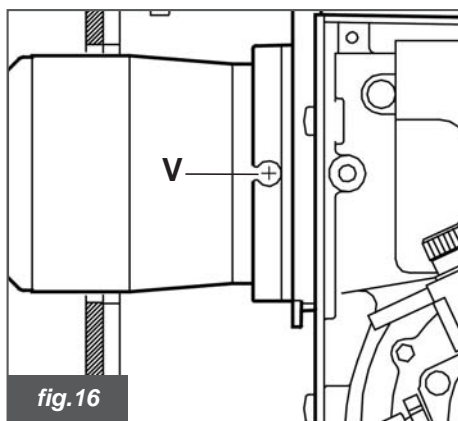

fig. 16
- Dégager la tête du brûleur en dévissant les deux vis **V**, illustrées dans la figure 16.